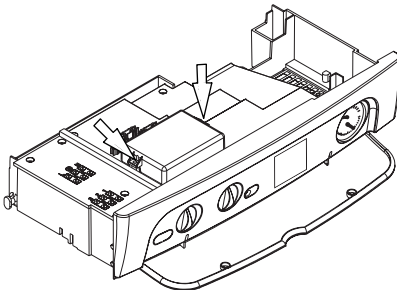

Fig. 5.23 Tablero de mandos.
- 1 Quite los dos tornillos indicados en la Fig. 5.23 y abra la tapa del tablero de bornes de conexión de la sonda externa.
Desenrosque los tornillos y quite la tapa del tablero de bornes (Fig. 5.23)